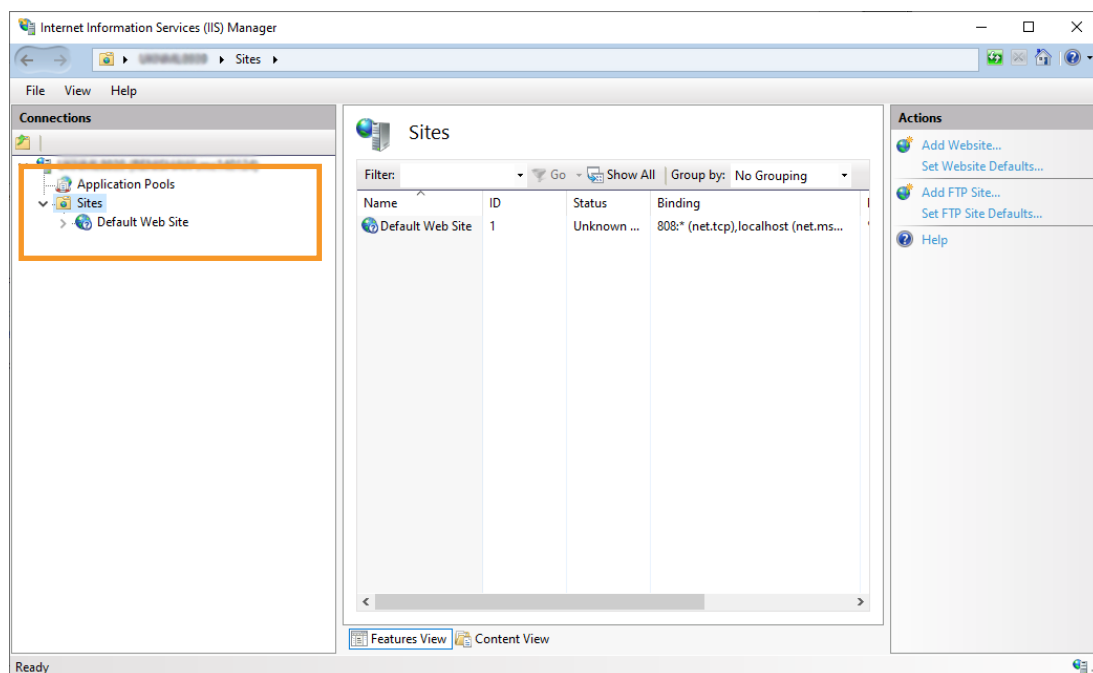

Abbildung 32 „PC – Sites“ einblenden
2. Blenden Sie **PC – Sites** links auf dem Bildschirm ein (siehe Abbildung 32).